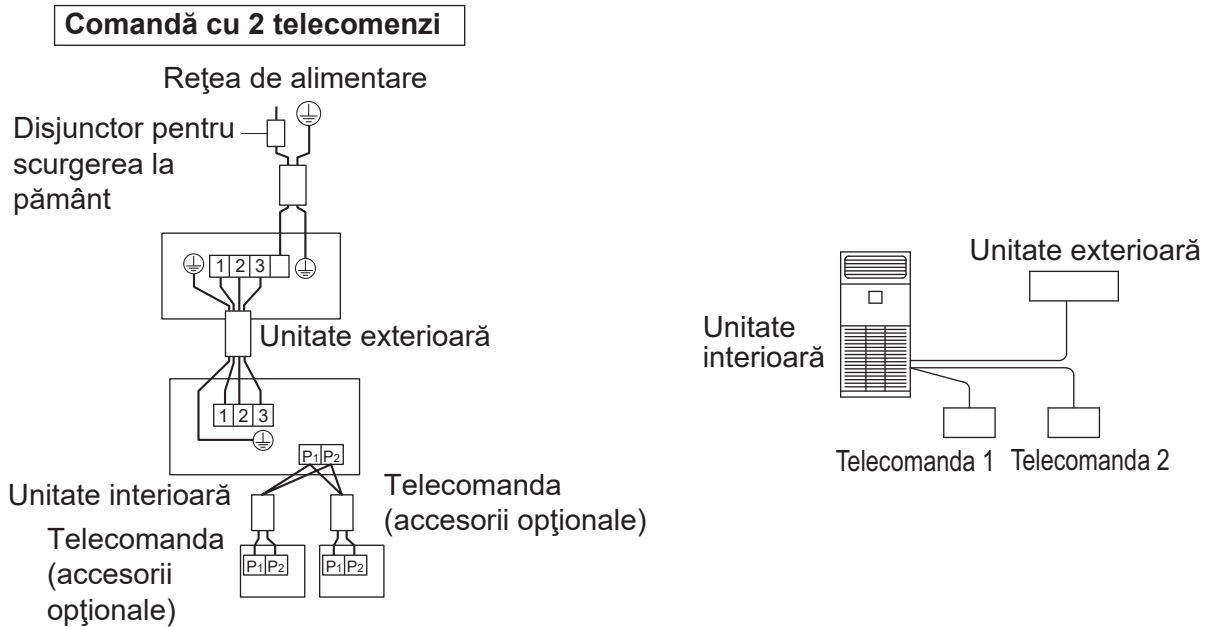

Fig. 37
- **Controlul cu 2 telecomenzi:** 2 telecomenzi controlează 1 unitate interioară. (Consultați Fig. 37)
(3) Scoateți capacul cutiei de control (Consultați "9. CUM SE CONECTEAZĂ CABLURILE ȘI EXEMPLU DE CABLARE".)
(4) Adăugați cablaj între telecomanda 2 (secundară) și borna (P1, P2) a regletei de conexiuni (X1M) pentru telecomanda din cutia de control. (Nu există polaritate.) (Consultați Fig. 37 și Tabelul 3)